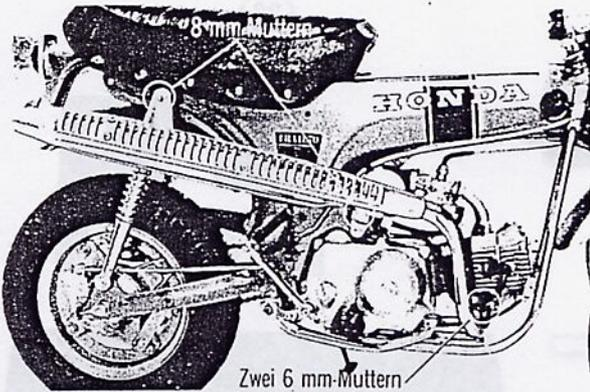

Abbildung 2
3. Die 8 und 6 mm-Muttern abschrauben, wie in Abbildung 2 gezeigt, und Auspuffrohr abnehmen.